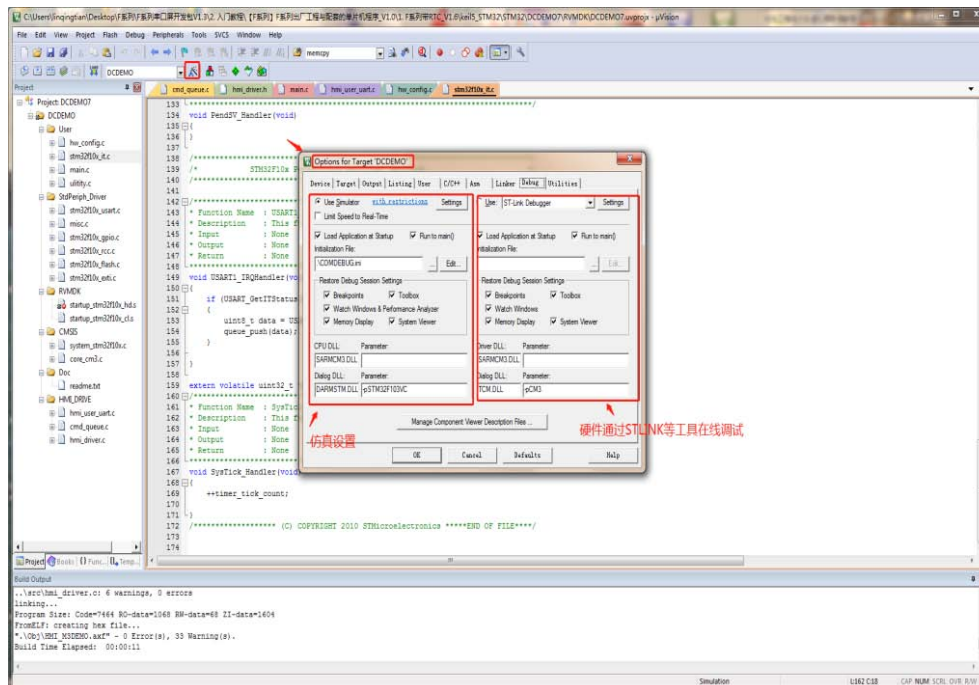

图 4-8 Debug
2. 打开 KEIL 工程，点击工具栏中【Options for Target】，并在弹窗中选择【Debug】配置，如图 4-8 所示：